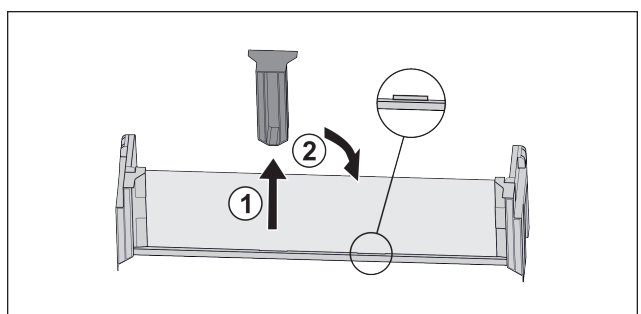

Fig. 18*
- ▶ Витягнути середню деталь для підтримки Fig. 18 (1).*
- ▶ Вставити середню деталь для підтримки на друге положення Fig. 18 (2).*